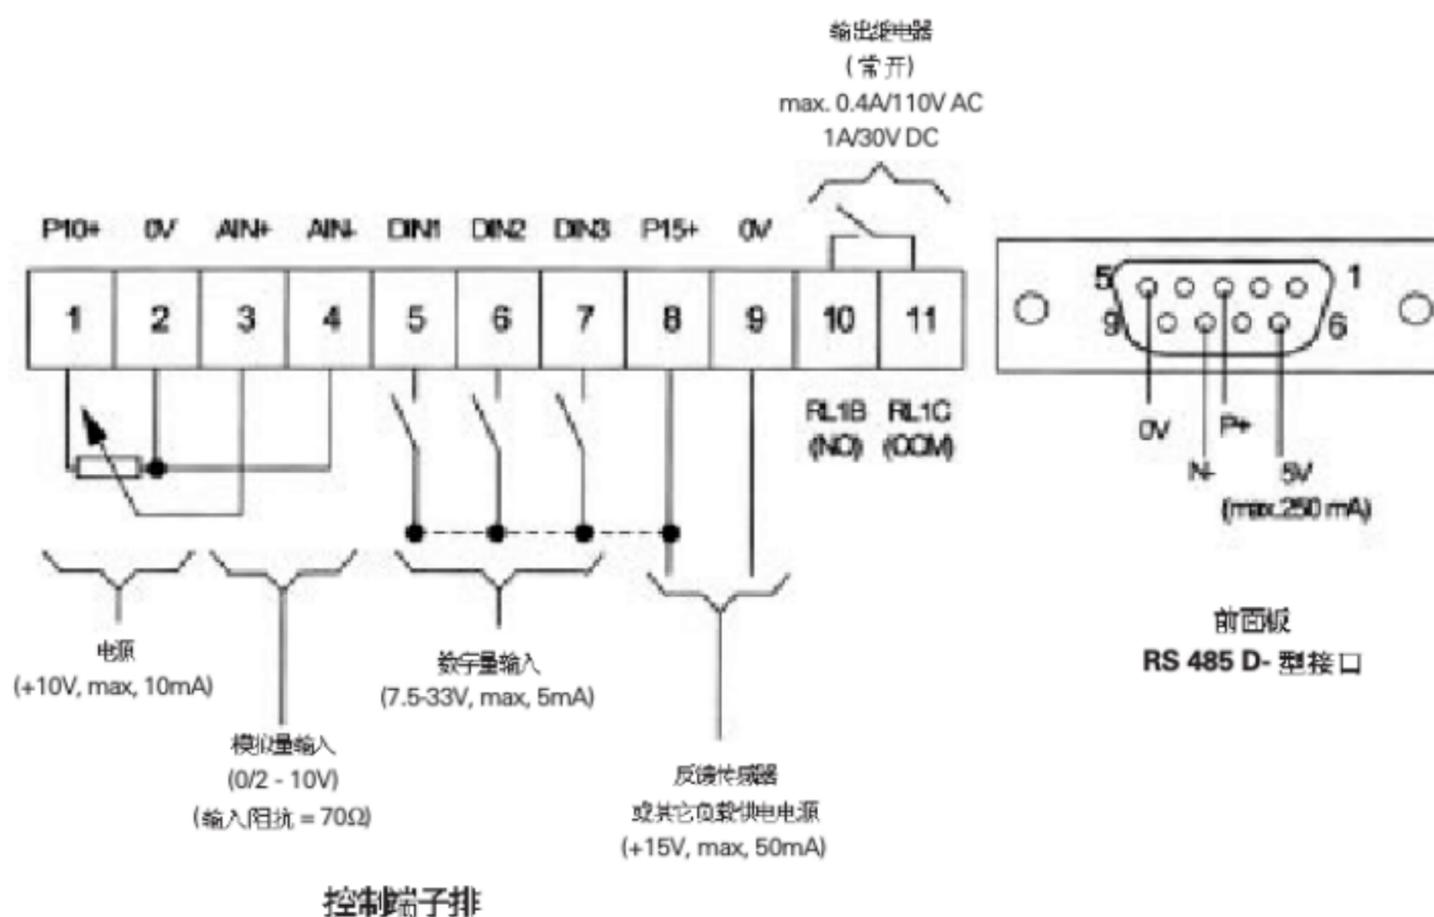
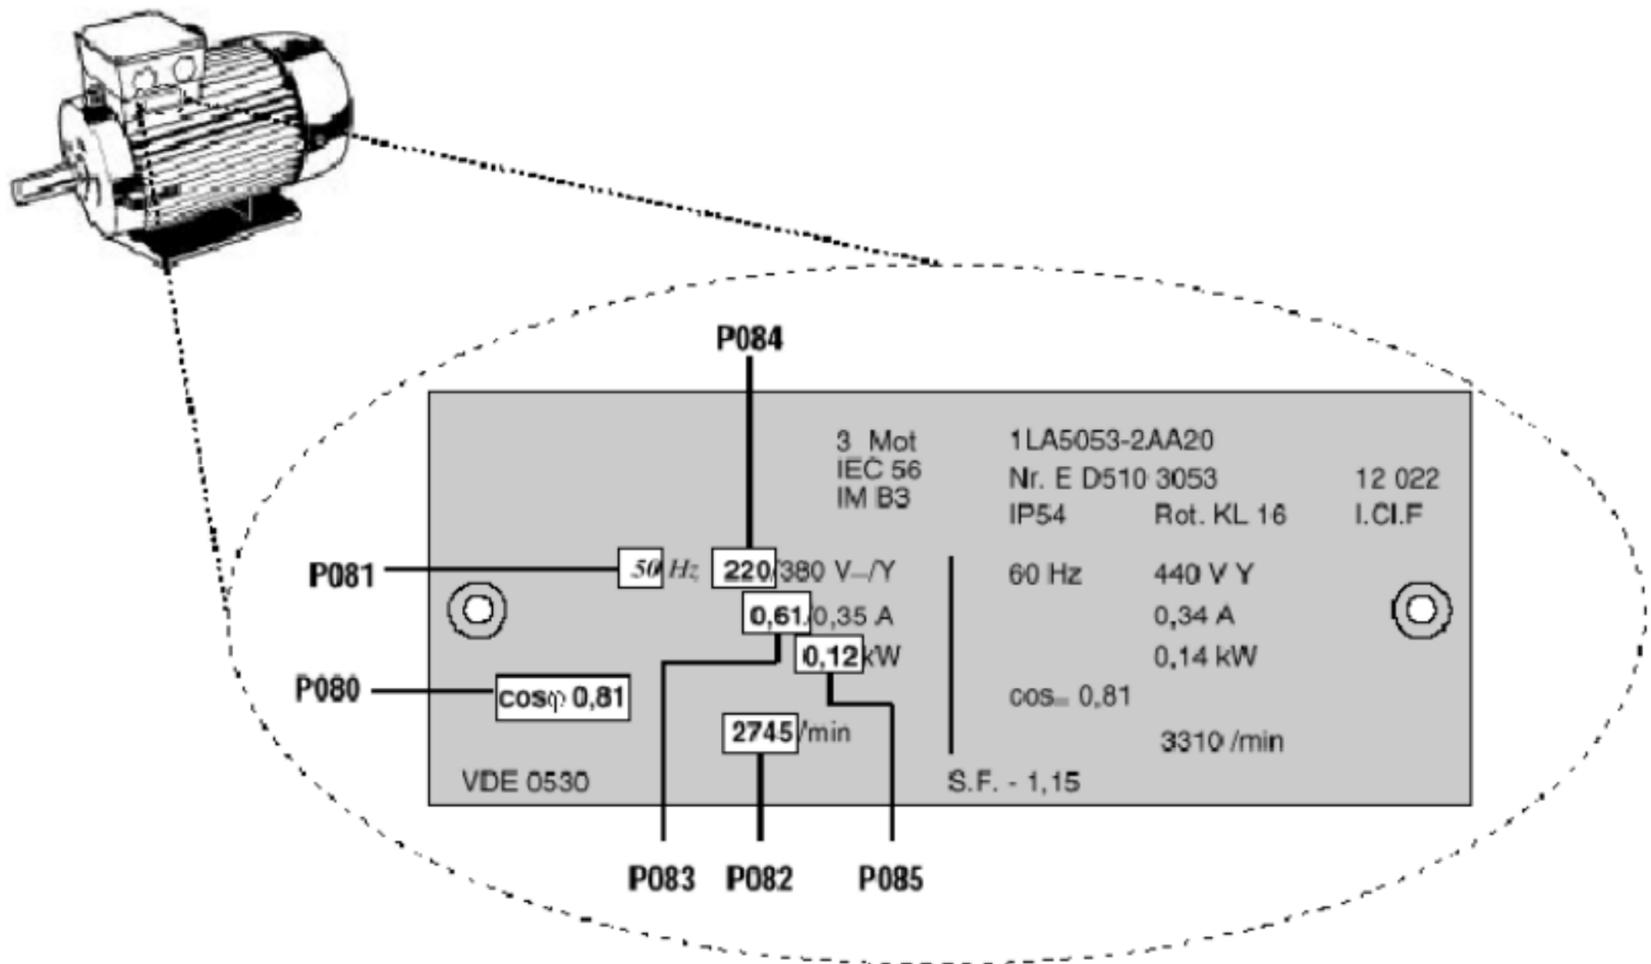

图6: 控制线连接
图 10: 电机额定铭牌示例
- (1) 将一个简单的启/停开关将端子 5 和 8 连接起来,这样变频器为顺时针旋转运行状态(出厂设定值)。
- (2) 接通变频器主电源。将参数 P009 设为 002 或 003,使所有的参数可以被调整。
- (3) 将参数 P006 设定为 000,定义为开关量控制。
- (4) 将参数 P007 设为 000,定义为开关量输入(此时为 DIN1(端子 5)),并使前面板控制无效。
- (5) 将 P005 设置为所需要的频率。
- (6) 将电机额定铭牌上的数据对应地输到 P081 到 P085(参见图 10)。
- (1) 用一个简单的启/停开关将端子 5 和 8 连接起来,这样变频器设定为顺时针旋转运行(出厂设定状态)。
- (2) 按图 6 所示将一个 4.7K Ω 的电位器连接到控制端子,或将端子 2 (0V) 和端子 4 连接上,并将一个 0-10V 信号输入到端子 2 (0V) 和端子 3 (AIN+) 之间。
- (3) 接通变频器的主电源。将参数 P009 设为 002 或 003,使所有的参数可以被调整。
- (4) 将参数 P006 设定为 001,即为模拟量控制。
- (5) 设置参数 P007 为 000,即为数字量输入(此时为 DIN) (端子 5)),并使前面板控制无效。
- (6) 通过参数 P021 和 P022 设置最小和最大输出频率。
- (7) 将电机额定铭牌上的数据对应地输到 P081 到 P085(参见图 10)。